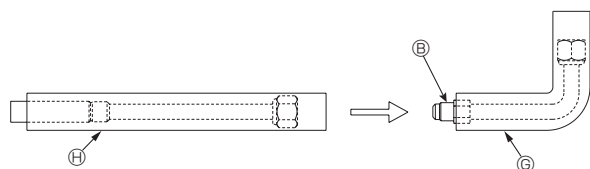
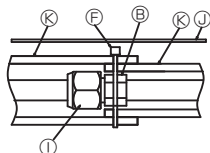
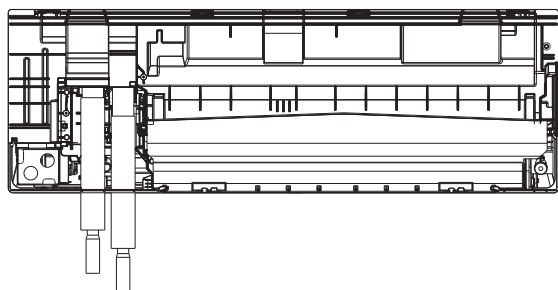

Fig. 3-14
Fig. 3-15
Fig. 3-22
- Remarque : pour plus de détails pour les étapes ④ à ⑦, voir "3.1. Vérifier les accessoires qui accompagnent l'appareil intérieur".
3.3.4. Installation des tuyaux de raccordement Ⓒ et Ⓗ (pour les modèles WL12/15) (de Fig. 3-14 à Fig. 3-22)
- (1) Raccorder deux jeux de tuyaux de raccordement en forme de L Ⓒ et de tuyaux de raccordement en forme de I Ⓗ. (Fig. 3-14)
- (2) Enrouler les gaines des tuyaux de raccordement et les fixer à la bande Ⓕ.
- (3) Attacher l'isolant ⓬ de manière à ce qu'il recouvre les parties découpées des tuyaux de raccordement. (Fig. 3-15)